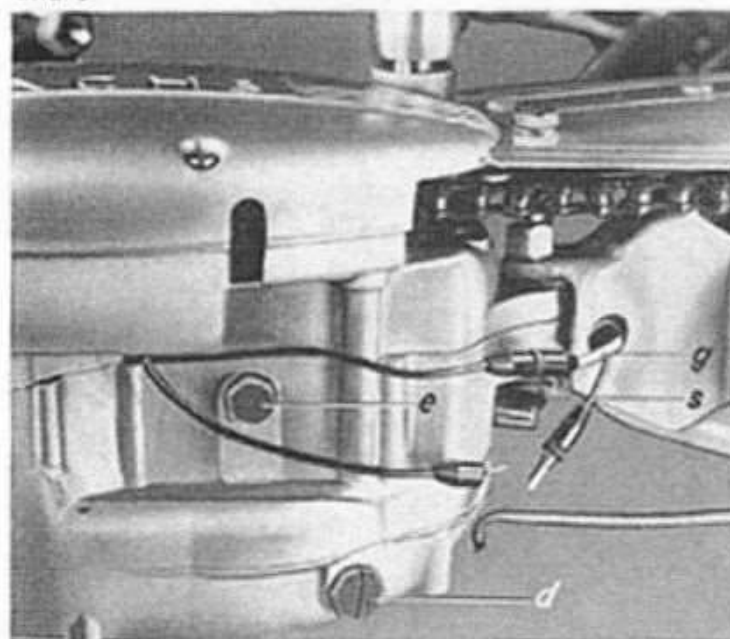

Bild 9
(Bild 9)
- 2.9 Getriebeöl ablassen. Ölkontrollschraube (d, Bild 9) mit Schraubenzieher oder Schraubenschlüssel SW 14 herausschrauben. Ölablassschraube (e, Bild 9) mit Steckschlüssel SW 14 entfernen. (Schneller entfernt man das Getriebeöl, wenn man am Gehäusedeckel Kupplungsseite den Verschlussdeckel »S« abnimmt, den Motor auf die rechte Seite legt und so das Öl auslaufen läßt.)